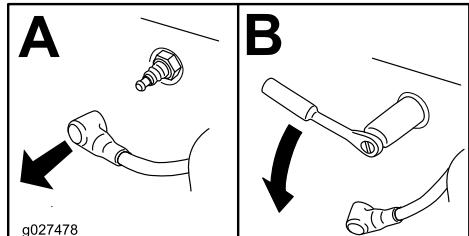

Figura 43
3. Retire la bujía, según se muestra en Figura 43.